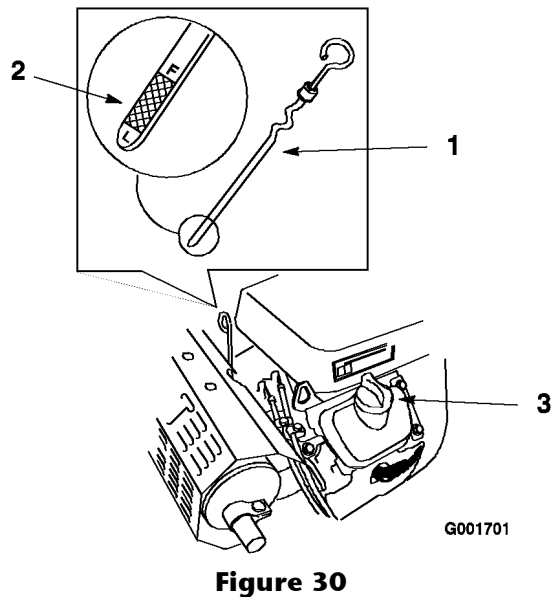

Figure 30
3. Nettoyez la surface autour de la jauge d'huile (Figure 30) pour éviter que des impuretés ne tombent dans le moteur.
4. Sortez la jauge d'huile et essuyez soigneusement l'extrémité métallique (Figure 30).
5. Enfoncez la jauge complètement dans le moteur. Ressortez la jauge et examinez l'extrémité métallique (Figure 30). Si le niveau est bas, versez lentement une quantité d'huile suffisante dans le goulot de remplissage pour amener le niveau au repère du plein.